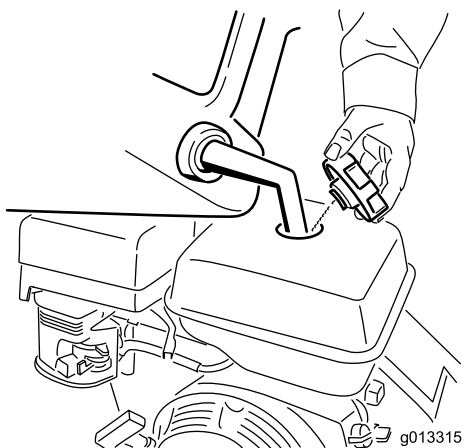

Figure 9
4. Nettoyez la surface autour du bouchon du réservoir de carburant et enlevez le bouchon (Figure 9).